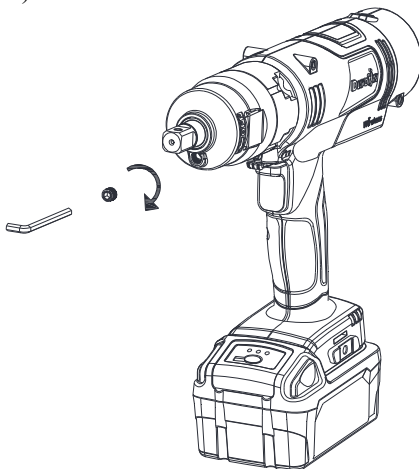

FIG. 6
5. Finalmente, utilice una llave Allen (4,0 mm) para apretar la tuerca en el sentido horario. (FIG. 6)